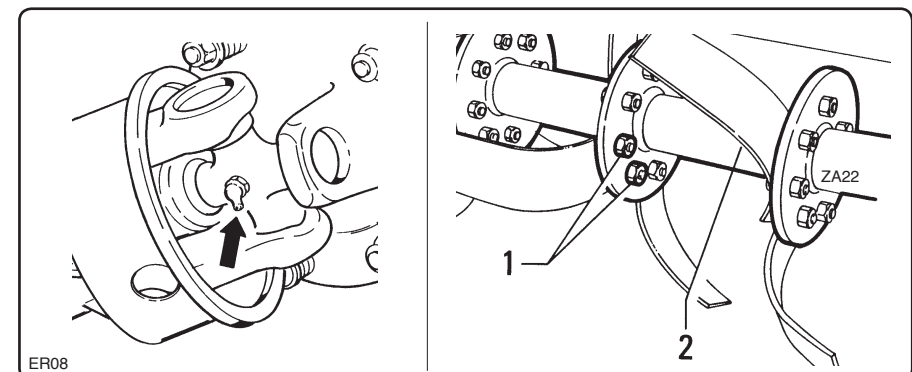

fig. 7.4.2
- Verificare l'integrità dell'albero cardanico ed ingrassare le crociere (fig. 7.4.2).